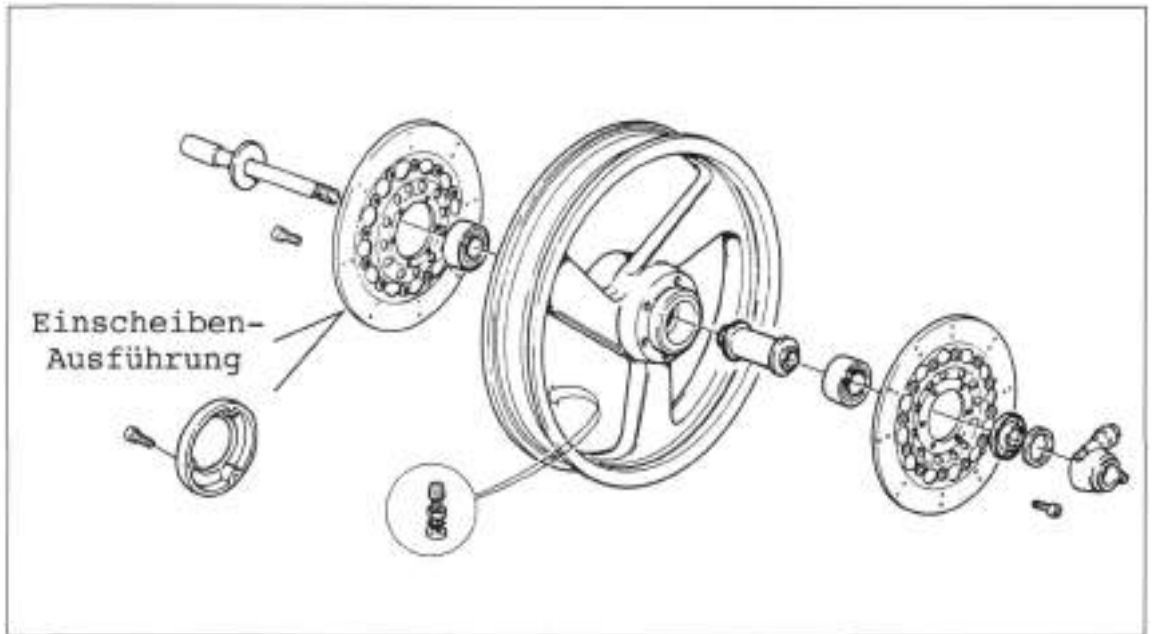

Bild 247
- Rad zwischen Gabelbeine einsetzen und Achse von rechts einschieben (Distanzstück und Tachoschnecke nicht vergessen; Bild 247).